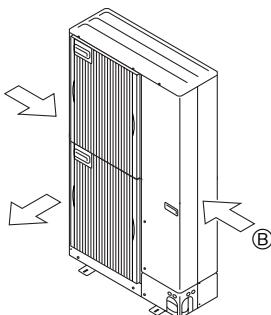

Fig. 2-16
- ② Plaats het apparaat indien mogelijk zo dat de luchtauitlaat in dezelfde richting blaast als de seizoenswinden. (Fig. 2-16)